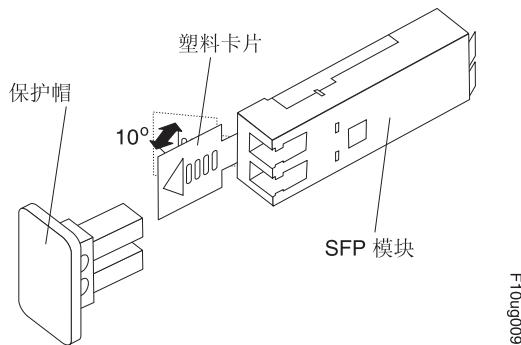

图 75. 松开塑料类 SFP 模块滑锁
- 对包含塑料卡片的 SFP 模块，如第 118 页的图 75 中所示，通过把塑料卡片向外拔出  $10^\circ$  来松开 SFP 模块滑锁。